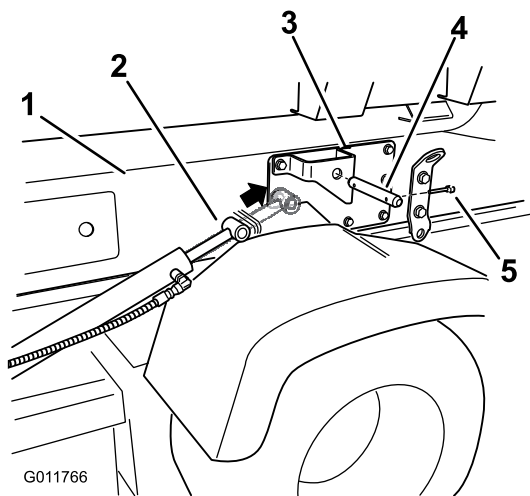

Figura 4
2. Estendete i cilindri di sollevamento fino a raggiungere le staffe montate sul telaio di supporto del serbatoio. Allineate i bracci dei cilindri ai fori presenti sulle staffe del telaio di supporto del serbatoio (Figura 4).
3. Con il perno con testa e l'acciarino assicurate il telaio di supporto del serbatoio ai cilindri di sollevamento su entrambi i lati del veicolo (Figura 4).